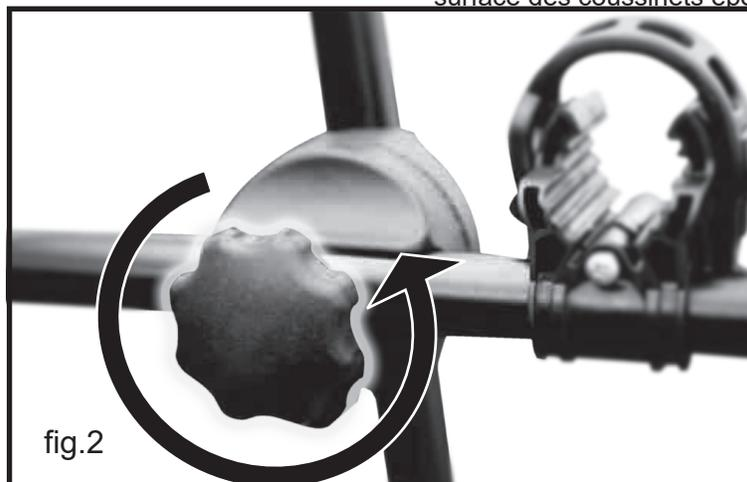

fig.2
3. Begin by loosening the large black hand knobs on each of the carrier arms (fig.2). As you do this, you will notice the round pieces with teeth separate from each other allowing the arms to rotate in relation to each other.
3. Commencez par desserrer le gros bouton noirs sur chacun des bras du support (fig.2). Tout en faisant ceci, vous remarquerez des pièces rondes avec des dents qui sont séparées l'une de l'autre permettant aux bras de tourner pour l'ajustement. Commencez par desserrer le gros bouton noirs sur chacun des bras du support (fig.2). Tout en faisant ceci, vous remarquerez des pièces rondes avec des dents qui sont séparées l'une de l'autre permettant aux bras de tourner pour l'ajustement.